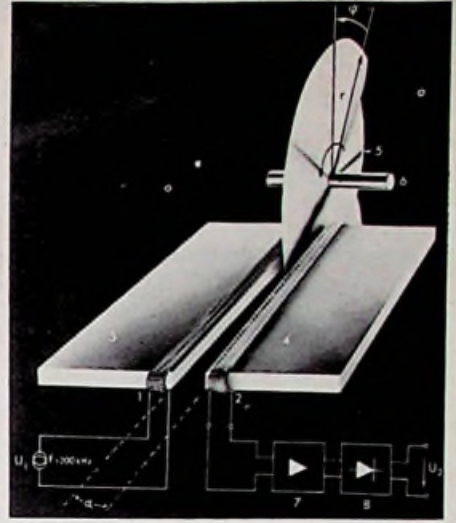

Afb. 1. Principe van de functiegenerator:
functie van de draaiingshoek φ overeenkomt met de op te wekken spanningsfunctie (afb. 1). Het folie draait in de lichtspleet tussen twee ferriet-plaatjes, die als kernen dienst doen van twee gekoppelde magneetspoeltjes (1) en (2) (afb. 2). Op de primaire spoel (1) wordt een wisselspanning gezet (bijv. 200 kHz) die in de secundaire spoel (2) een daarmee evenredige wisselspanning opwekt. Als er zich geen folie in de spleet bevindt, is de koppeling tussen (1) en (2) maximaal, terwijl het signaal praktisch nul wordt als (2) geheel door het folie van (1) wordt afgeschermd. Door de spleet tussen de ferrietplaatjes niet helemaal planparallel te maken maar de randen ervan een kleine hoek te laten vormen bereikt men een verbeterde lineariteit tussen de amplitude van de uitgangsspanning op (2) en de momentane waarde van de genoemde afstand r ; de afwijkingen van de lineariteit zijn minder dan 0,5%. De uitgangsspanning op (2) kan na selectieve versterking worden gelijkgericht.